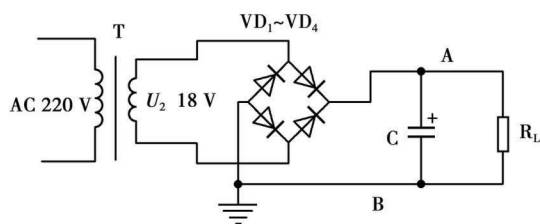

图 1-9
19. 在图 1-9 中,如果 R_L 中的电流是 2 A,则流过每只整流二极管的电流是_____ A。
21. 用指针式万用表检测图 1-9 的相关参数,检测电压 U_2 应选择_____挡,检测交流电压时表笔可以不分正负;在测输出电压 U_o 时,应选用_____挡,红表笔接在_____点,黑表笔应接在_____点。